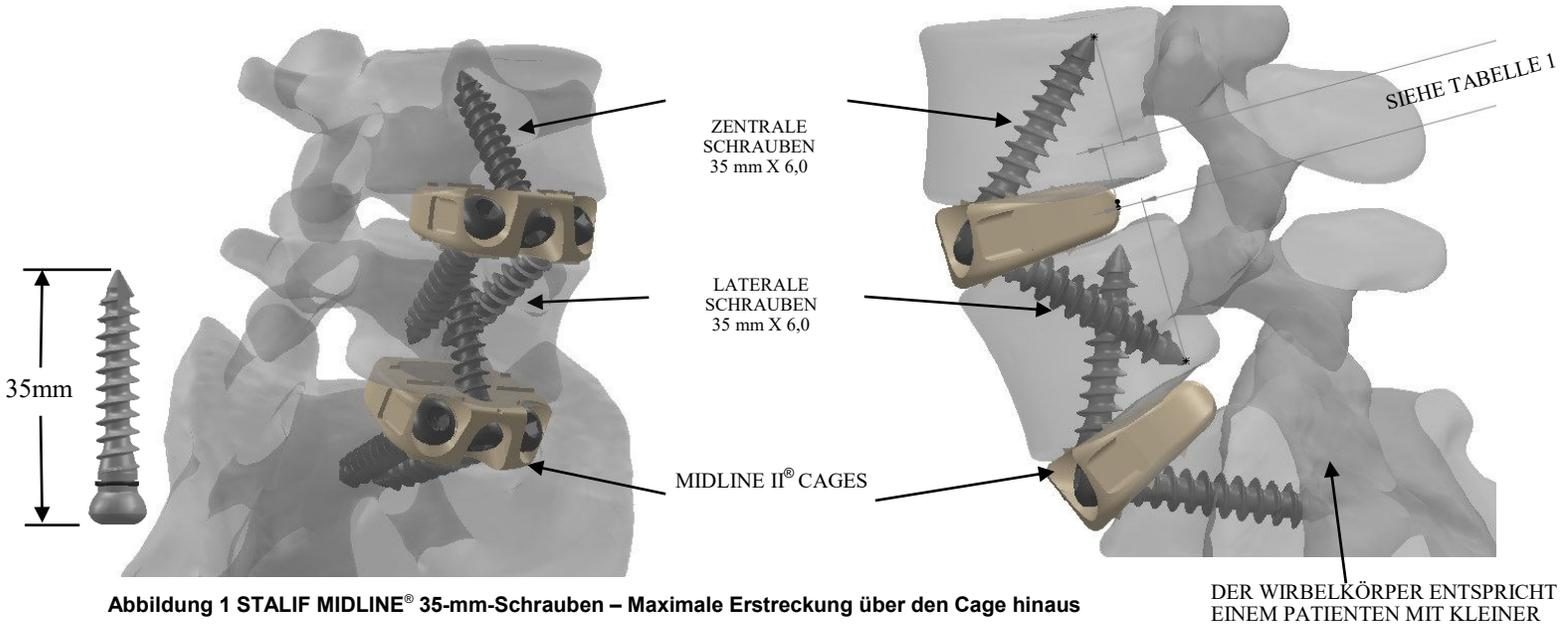

Abbildung 1 STALIF MIDLINE® 35-mm-Schrauben – Maximale Erstreckung über den Cage hinaus
- MIDLINE II®, MIDLINE II-Ti®, und STALIF M FLX™ Cages werden für die Verwendung mit 25 mm oder 30 mm langen Schrauben empfohlen. Erfordert die Pathologie des Patienten 35-mm-Schrauben, ist mit bildgebenden Verfahren sicherzustellen, dass ausschließlich eine unikortikale Fixierung erfolgt. STALIF MIDLINE® 35-mm-Schrauben können über die Rückwand des Cages hinaus bis zu dem in Abbildung 1 dargestellten Maximum reichen. STALIF MIDLINE® 35mm Schrauben dürfen nicht mit 30mm MIDLINE II®, MIDLINE II-Ti® oder STALIF M FLX™ Cages verwendet werden. Vorsicht ist geboten bei der Verwendung von STALIF MIDLINE® 35mm Schrauben mit 33mm MIDLINE II®, MIDLINE II-Ti® oder STALIF M FLX™ Cages.